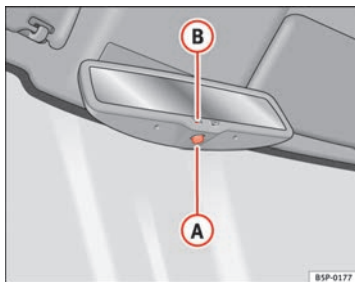

Abb. 66 Automatisch abblendbarer Innenspiegel
- Drücken Sie die Taste **A** ⇒ Abb. 66. Die Kontrollleuchte **B** erlischt.
- Drücken Sie die Taste **A** ⇒ Abb. 66. Die Kontrollleuchte leuchtet auf.